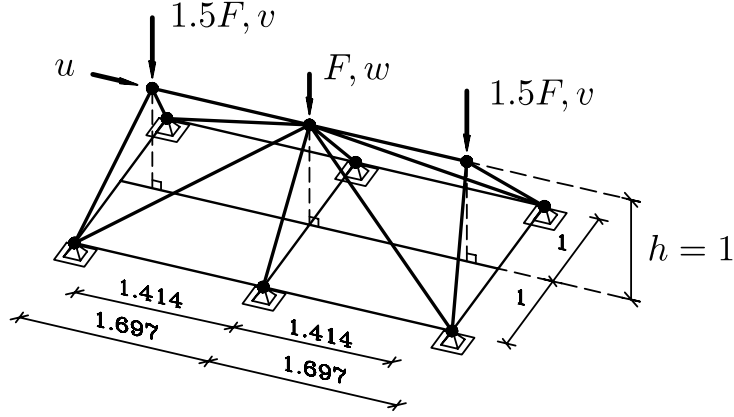
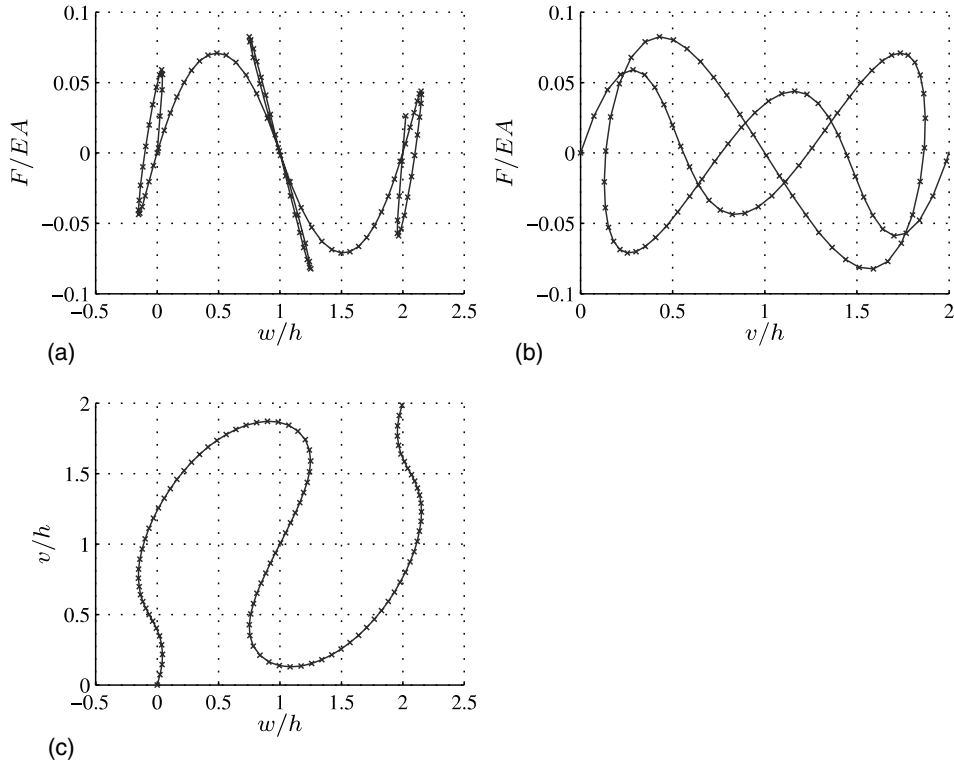

Figura 1: Modelo de una estructura espacial formada por 12 elementos finitos.
Figura 2: Curvas de equilibrio de la estructura según Krenk (2009).
Consideramos la estructura espacial representada en la Figura 1 para estudiar el comportamiento de los métodos de resolución de longitud de arco. La estructura está compuesta por 12 elementos finitos tipo barra con una rigidez a compresión $EA = 5 \times 10^4$.
equilibrio representadas en la Figura 2, donde podemos apreciar la existencia de puntos límite y de retorno en la respuesta de la estructura.
2. Comprobar el correcto funcionamiento del algoritmo comparando con los resultados obtenidos por Krenk para la estructura de la Figura 1. Implementar las mejoras del método de resolución que considere necesarias para atravesar los puntos límite y de retorno que presenta el sistema. Representar los ciclos de avance-retroceso de la estructura en diagramas de equilibrio como los que se representan en la Figura 2.